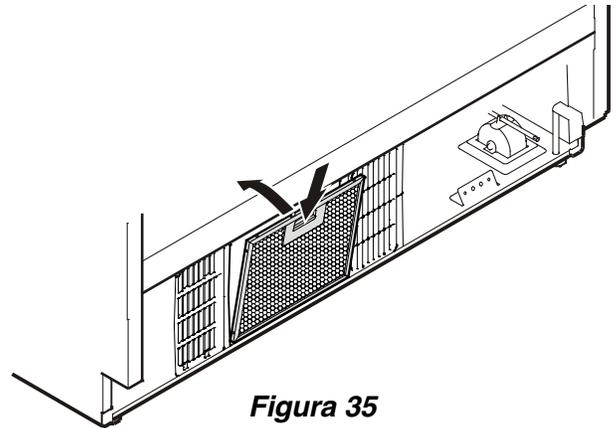

Figura 35
Montaje de la rejilla de aireación - Figura 35, 36
2. Retire la película protectora azul del filtro de polvo provisto e inserte el filtro en la abertura en el área del zócalo según se muestra en la **Figura 35**. Acople el filtro en la parte inferior, presione el botón y empuje hasta que haga clic.